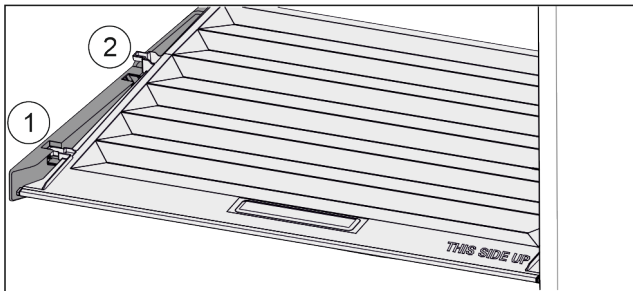

Fig. 27
- Tirer le couvercle vers l'avant jusque dans l'orifice des pièces de retenue Fig. 27 (1).
- Le soulever par le bas à l'arrière et le sortir par le haut Fig. 27 (2).